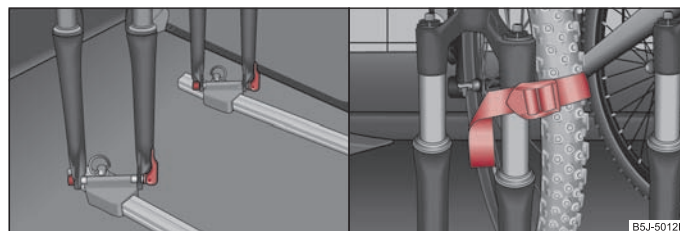

Abb. 70 Fahrrad einsetzen / Befestigung des Vorderrads
- Die Fahrradgabel auf die Befestigungsachse aufsetzen und mit dem Schnellspanner festziehen ⇒ Abb. 70.
- Schieben Sie das herausgenommene Vorderrad am besten zwischen die Kurbel des linken Pedals und den Fahrradrahmen; befestigen Sie es mit einem Gurt an der Vordergabel ⇒ Abb. 70, bzw. an einem Befestigungspunkt.